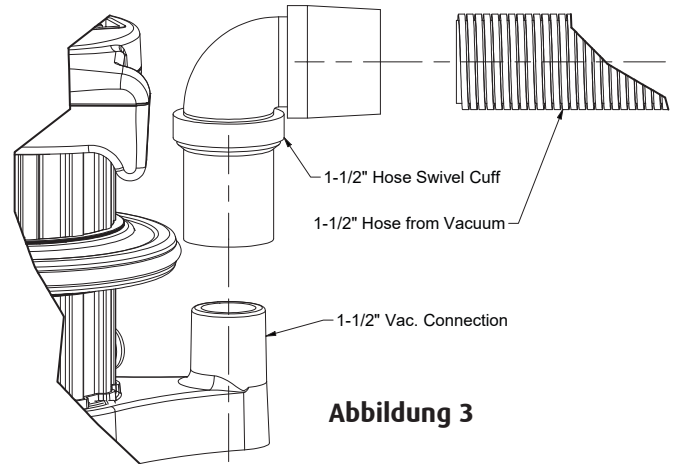

Abbildung 3
1. Installieren Sie die mitgelieferte 1-1/2" (40 mm) Schlauchdrehmanschette (Abbildung 3), indem Sie die Manschette gegen den Uhrzeigersinn auf den Schlauch schrauben.
2. Schieben Sie die Drehmanschette mit einer Drehbewegung auf den Sockel (Abbildung 3).